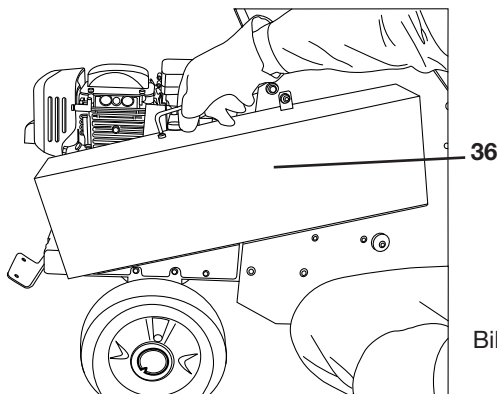

Bild 29
- Schrauben Sie den Keilriemenschutz **(36)** ab (SW 10) (siehe „Bild 29 und 30“).